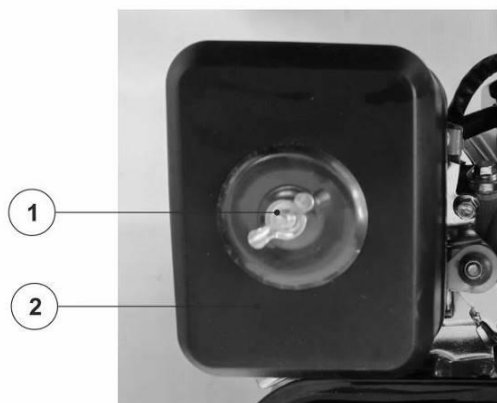

Рис. 13. Воздушный фильтр.
1. Открутите барашковую гайку (1 – Рис.13) и снимите крышку корпуса воздушного фильтра.
2. Извлеките из корпуса воздушный фильтр (2 – Рис.13).